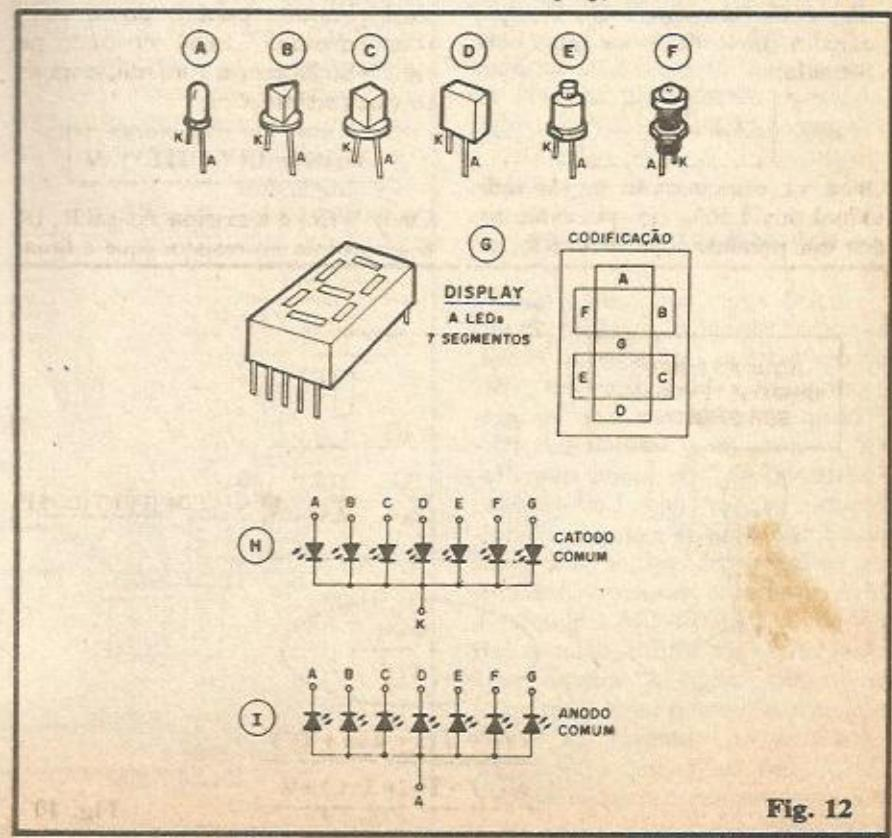

Fig. 12
- FIG. 12 - Quanto aos seus formatos e “caras”, o LED mais comum é o redondo, com lente incorporada (12-A), oferecido nos diâmetros padronizados de 3mm e 5mm. Atualmente, contudo, podem ser facilmente adquiridos LEDs numa “pá” de formas e tamanhos. Tem o triangular (12-B), o quadrado (12-C), e retangular (12-D), o puntiforme (12-E), etc. Em alguns casos e para algumas aplicações esteticamente mais sofisticadas, os LEDs podem ser adquiridos com soquetes ou ilhos, conforme mostrado em 12-F. E tem mais: todos devem conhecer, pelo menos “de vista” os displays digitais numéricos, que, a partir de um padrão em “8”, formado por 7 segmentos retangulares, podem “acender” os algarismos de zero a 9, com toda a clareza (são muito utilizados em relógios digitais, ou como indica-
dores do canal sintonizado nos modernos televisores, além de inúmeras outras aplicações...). Quando tais displays numéricos são do tipo cujos segmentos “acendem” em vermelho ou laranja forte, são sempre feitos por LEDs (fig. 12-G), ou seja: seus 7 segmentos não passam de pequenos LEDs retangulares, dispostos no padrão em “8”... Por exemplo: acendendo os segmentos B e C resulta um “1”; acendendo A-
MUM (todos os anodos eletricamente unidos, enquanto que os catodos, correspondentes a cada segmento codificado, estão disponíveis individualmente através de terminais externos). As figs. 12-H e 12-I mostram, respectivamente, os diagramas simbólicos internos desses dois arranjos de display a LEDs.